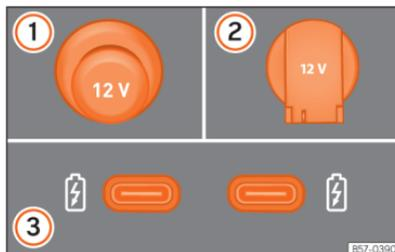

Fig. 156 Tomadas de corrente de 12 Volts do veículo
»» Fig. 156
Em função do equipamento e do país, o veículo pode dispor também de conectores USB com função **exclusivamente de carga ou tomada de corrente** »» Fig. 156 ③.